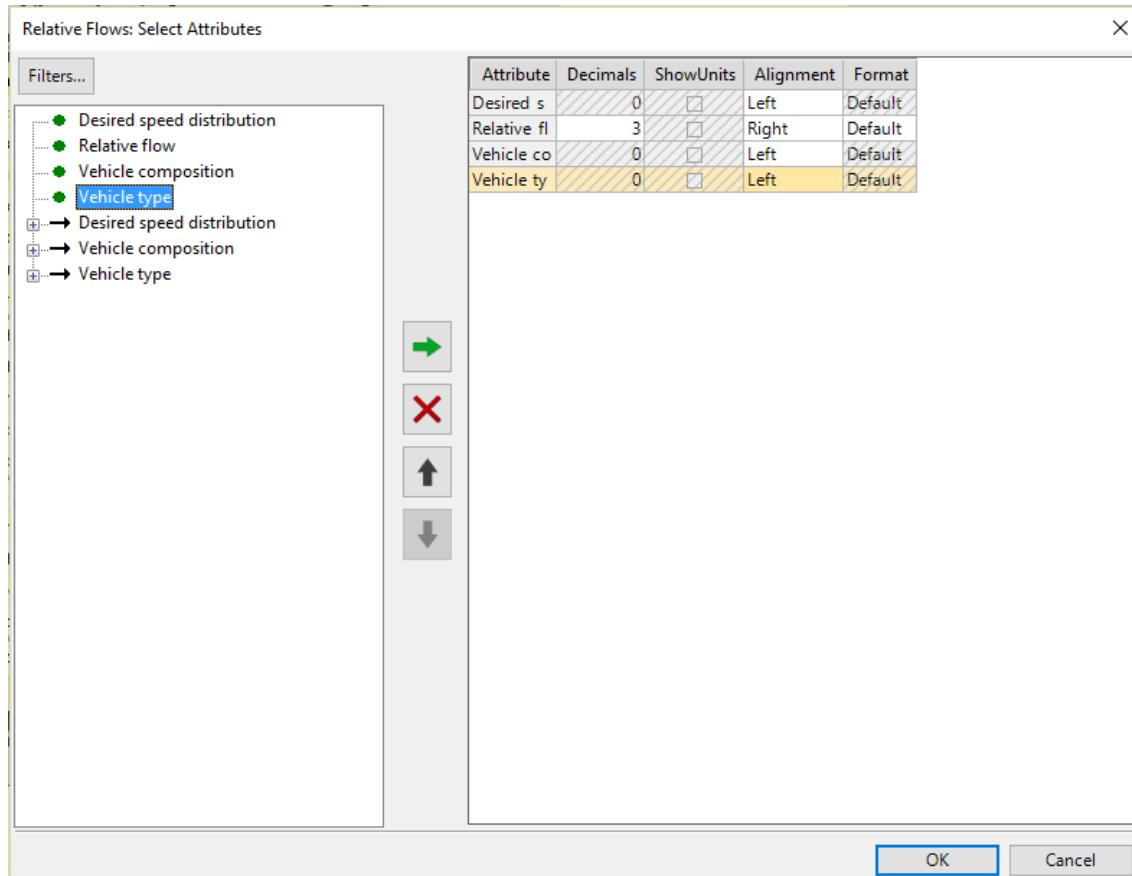

Figura 17
30. Faça isso para **Relative Flow**, **Vehicle Composition** e **VehicleType**. Sua janela deve então se assemelhar a Figura 17. Clique em Ok.